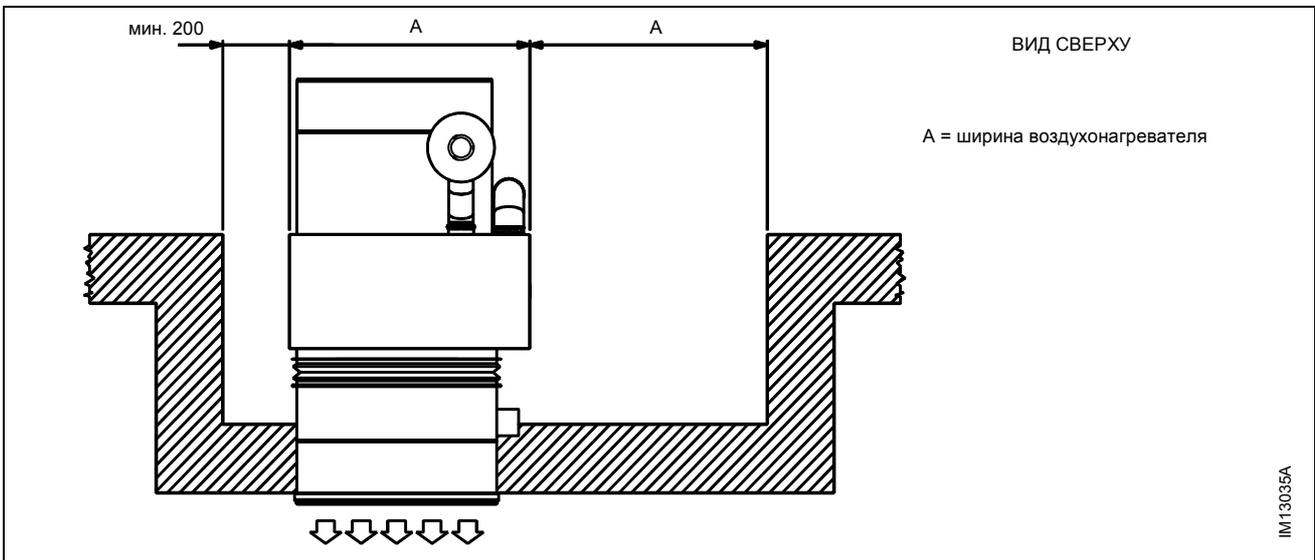

Рисунок 5 – РАССТОЯНИЯ, НЕОБХОДИМЫЕ ДЛЯ ТЕХ. ОБСЛУЖИВАНИЯ
- D) Для облегчения тех. обслуживания рекомендуется не устанавливать воздухонагреватель в нишах и в труднодоступных местах (смотри Рисунок 5).